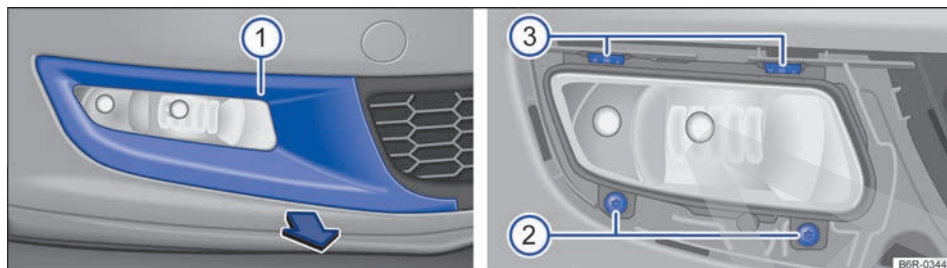

Fig. 154 En el lado derecho del paragolpes delantero: desmontaje de la cubierta y del faro (variante 1).
- 6 **Variante 1:** Desencastre las guías → fig. 154 3 presionando ligeramente sobre las pestañas de encastre.
- 13 **Variante 1:** Coloque el faro. Coloque el faro primero en el interior y, a continuación, introdúzcalo en las guías superiores → fig. 154 ③ hasta que encastre visiblemente. Para ello tenga en cuenta los rebajes que hay en el paragolpes.
- 14 Presione el faro hacia atrás y enrosque firmemente los tornillos de fijación ② con el destornillador.
- 16 Coloque la cubierta ① en el paragolpes y presiónela hacia dentro → ①. A continuación, compruebe que haya quedado montada correctamente.